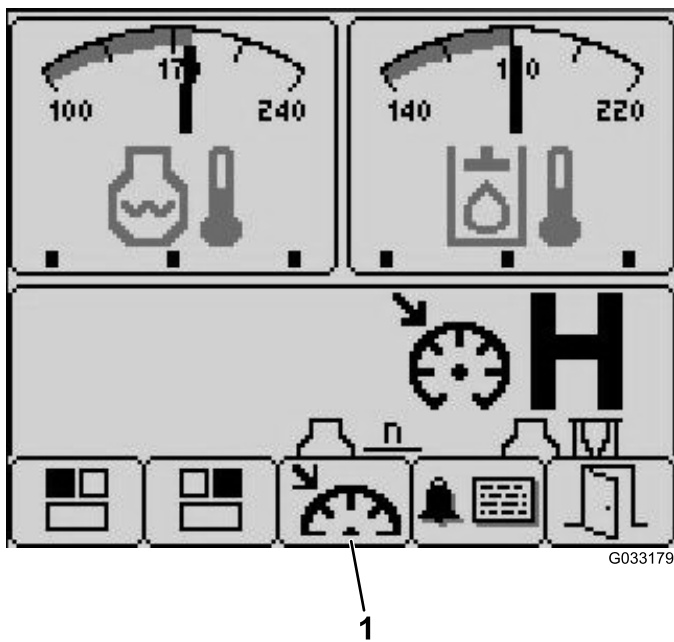

Figura 20
3. Prima o botão 3 para aceder ao ecrã de velocidade de cruzeiro (Figura 20).